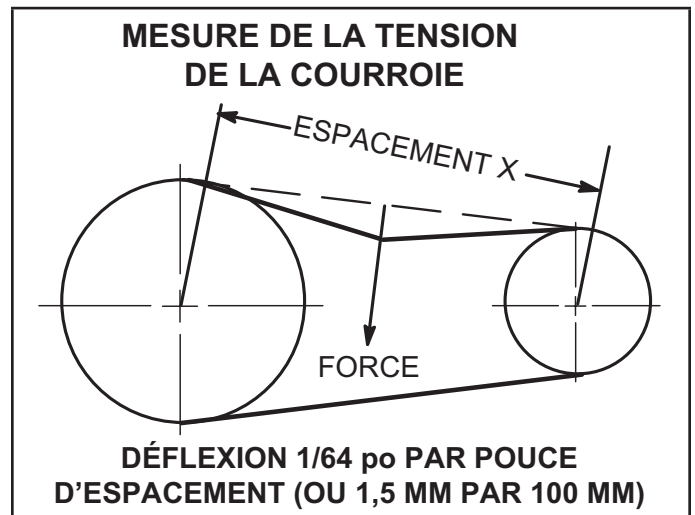

FIGURE 27
- 1 - Mesurer l'espacement X. Se reporter à la FIGURE 27.
- 2 - Appliquer une force perpendiculairement au centre de l'espacement (X) avec une pression suffisante pour faire fléchir la courroie de 1/64 po par pouce d'espacement (1,5 mm par 100 mm d'espacement).